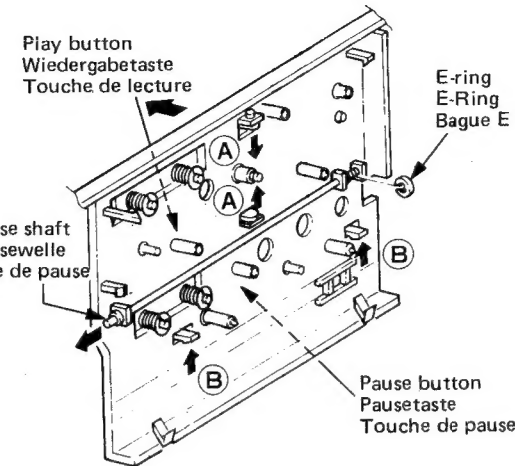

Fig. 6 Abb. 6
### 9. Control Buttons (Fig. 6)
## 9. Funktionstasten (Abb. 6)
9. **Touches de commande (Fig. 6)**